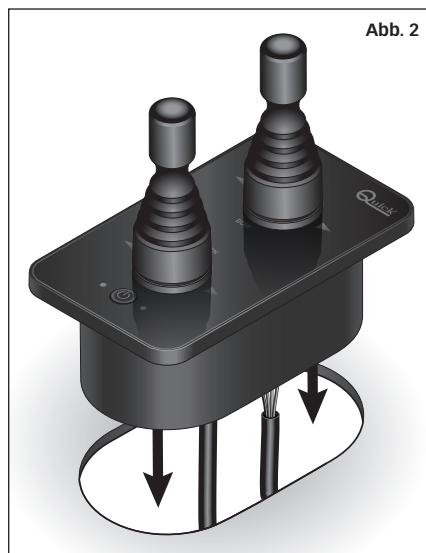

Abb. 2
- (**Abb. 2**) Die Steuerung in die Bohrung einsetzen und andrücken, damit es gut an der Oberfläche zum Anhaften kommt